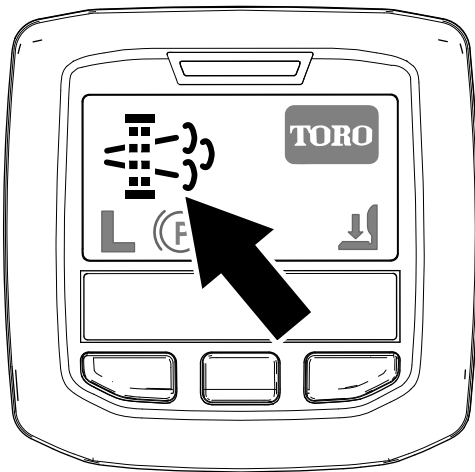

Figura 39
- Aparece el icono de restauración con la máquina estacionada en InfoCenter (Figura 39).